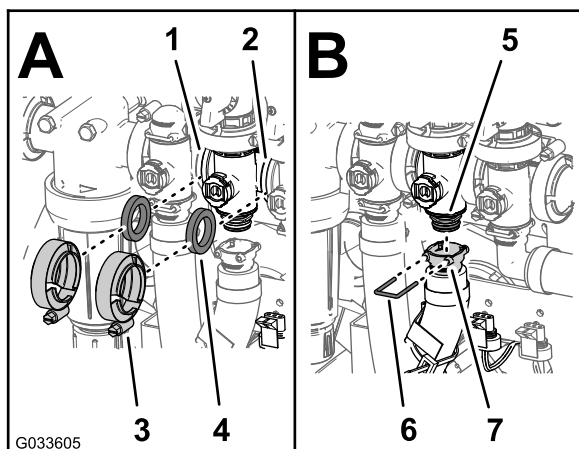

Bild 128
2. Montieren Sie das Rührwerksicherheitsventil, die Dichtung und den Rührwerkventilverteiler mit einer Flanschklemme und ziehen sie mit der Hand an (Bild 128).